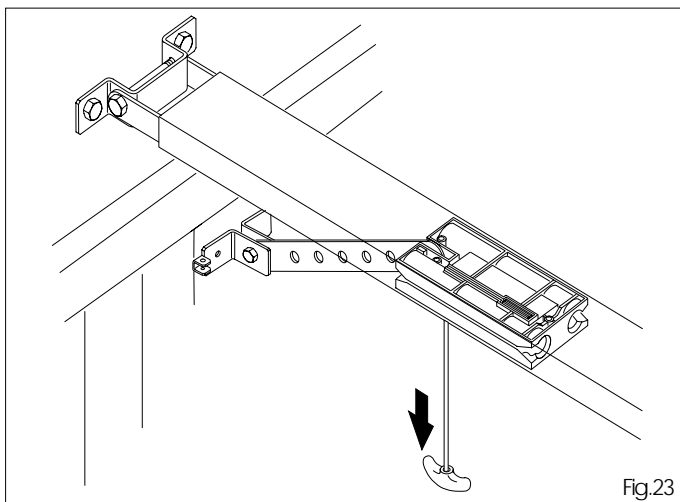

Fig.23
6.18 Sbloccare l'operatore tirando verso il basso la leva di sblocco (fig.23).